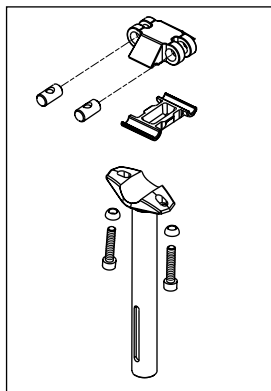

Fig. 1
2. Retire el conjunto de la abrazadera superior y engrase la superficie de la abrazadera inferior, la abrazadera, las arandelas, los tornillos de la abrazadera y las clavijas de la abrazadera del sillín. (Fig. 1).